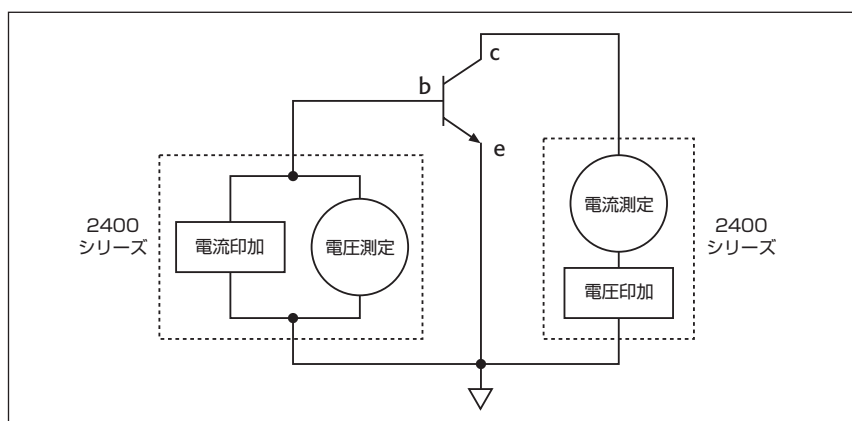

図8. 2台のソースメータを使用したトランジスタの H_{fe} (電流ゲイン)
- トランジスタの H_{fe} (電流ゲイン): 一台目のソースメータでベース・エミッタ接合に電流を印加し、二台目のソースメータでトランジスタのエミッタ・コレクタ端子に電圧をかけてコレクタ電流を測定します(図8を参照)。